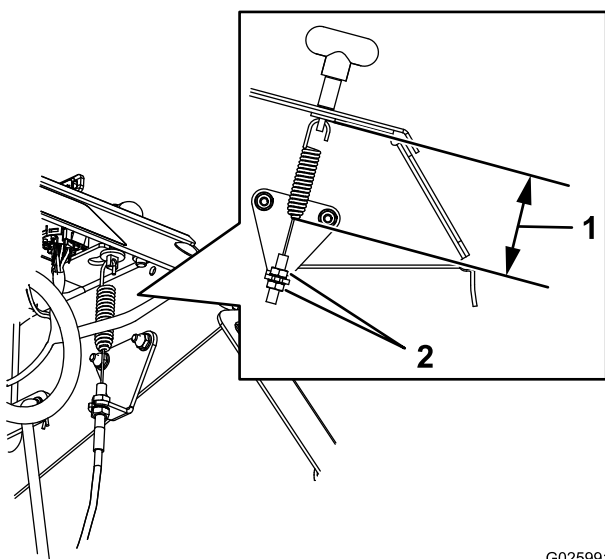

Figura 57
4. Afloje la contratuerca del cable del freno debajo de la consola (Figura 57).
5. Ponga el freno de estacionamiento (Figura 57).
6. Ajuste la posición de la contratuerca hasta obtener un espacio de 7.9 cm (3 1/8") desde la parte inferior del acoplamiento hasta el extremo inferior del muelle (Figura 57).
7. Apriete las contratuercas para ajustar el cable (Figura 57).